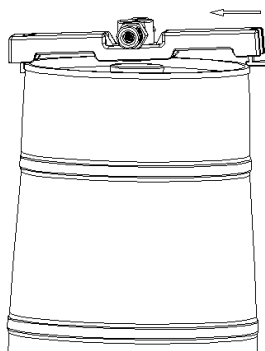

Abbildung 21
4. Nehmen Sie das Fass aus dem Fassheber heraus und ziehen Sie den Anstechbolzen aus dem leeren Fass (siehe Abbildung 21).